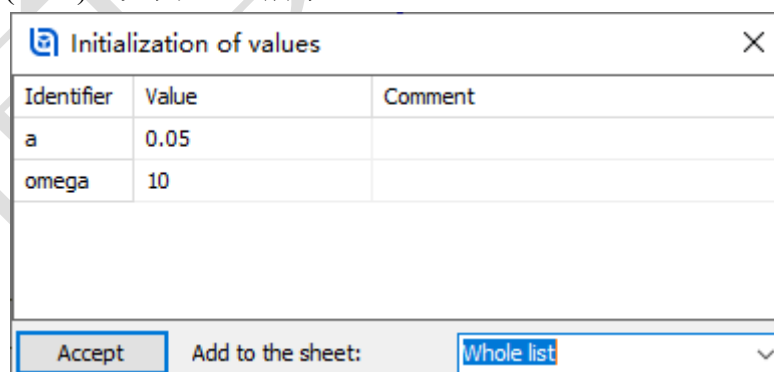

图 2.10 初始赋值窗口
7. 在初始赋值 (**Initialization of values**) 窗口设置  $a = 0.05$  (m)， $\omega = 10$  (rad/s)，如图 2.10 所示。